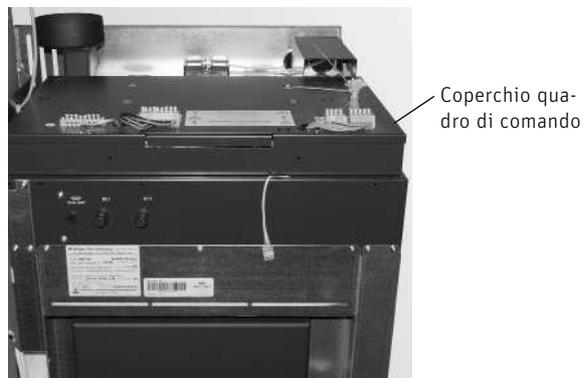

Fig. 48 Aprire il coperchio
- Aprire il coperchio del quadro di comando – Fig. 48.